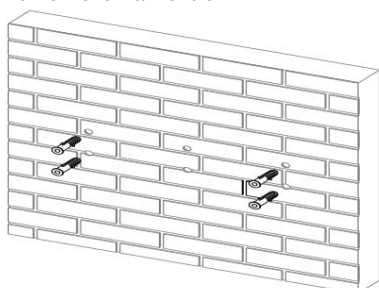
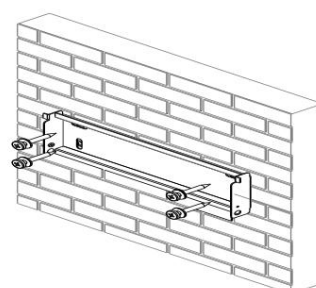

FIG.6-7 Instalar âncoras de expansão
FIG.6-8 Fixar o suporte de montagem na parede
2) Faça buchas de expansão nos quatro orifícios correspondentes e, em seguida, fixe o suporte de montagem na parede com parafusos auto-roscantes (especificação, ST 6,3 x 50), conforme FIG. 6-7 & FIG. 6-8.